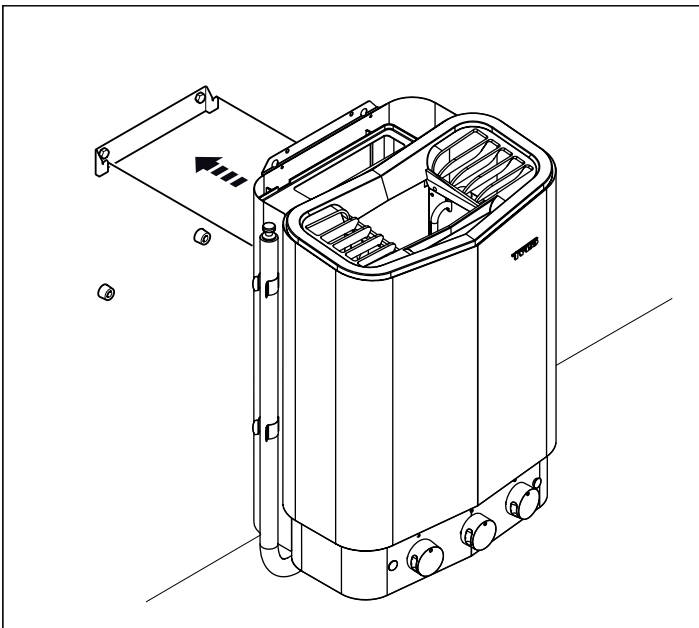

Рис. 11: Навешивание нагревателя.
9. Навесьте нагреватель на кронштейн (см. рис. 11).